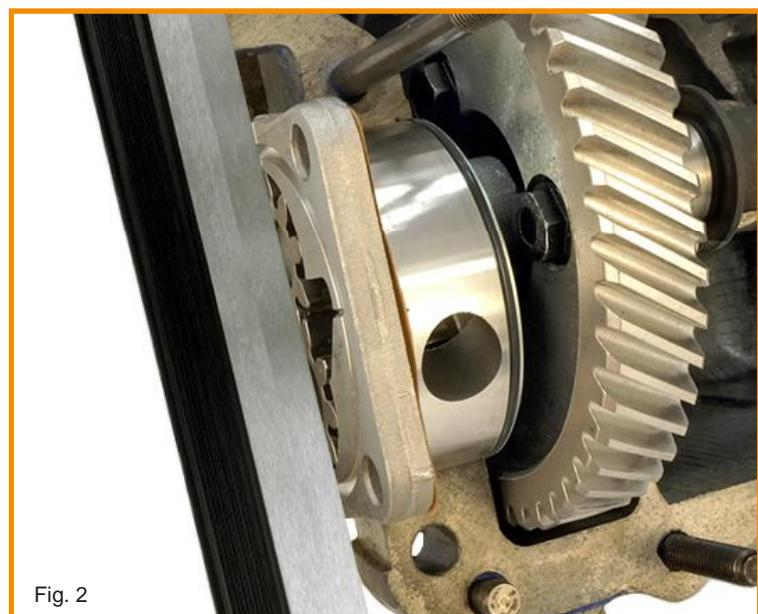

Fig. 2
- Insert the gears and ensure that the gears end flush with the sealing surface. (Fig. 2)
- Legen Sie die Zahnräder ein und stellen Sie sicher, dass die Zahnräder bündig mit der Dichtfläche enden. (Fig. 2)
- Ensure that the gear wheels end flush with the sealing surface. (Fig. 2)
- Stellen Sie sicher, dass die Zahnräder bündig mit der Dichtfläche enden. (Fig. 2)